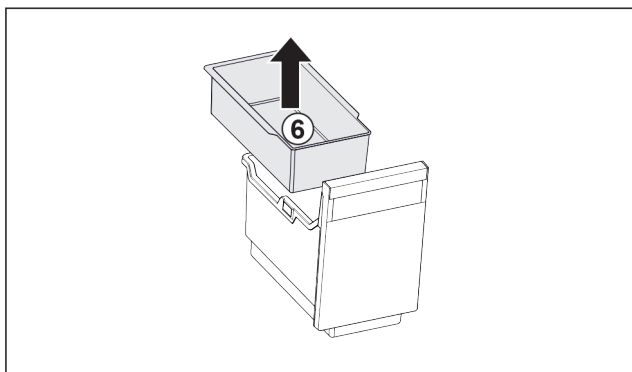

Fig. 26
- ▶ Wyjąć półkę zawieszaną Fig. 26 (6).